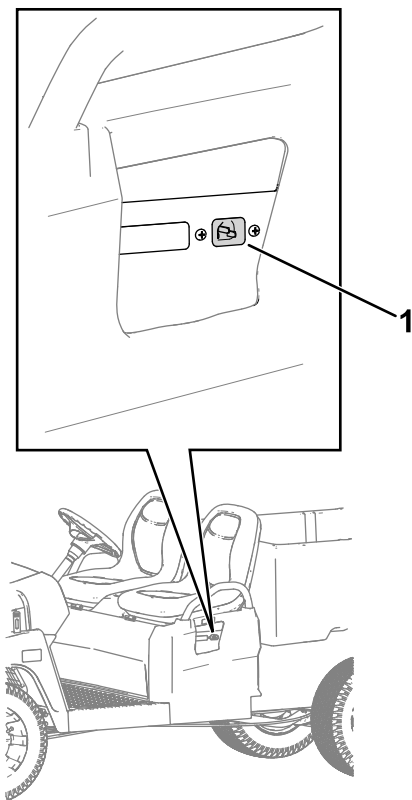

Figure 28
1. Branchez le cordon d'alimentation sur la prise du chargeur de la machine (Figure 28).